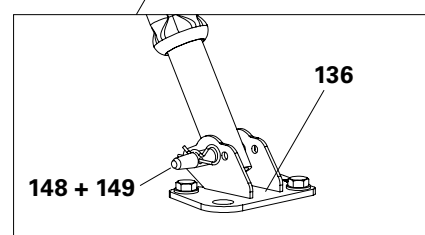

Abb. A15.08b
4. Richtstütze mit Bolzen (**148**) und Federstecker (**149**) an der großen Bohrung der Fußplatte montieren. (Abb. A15.08b)